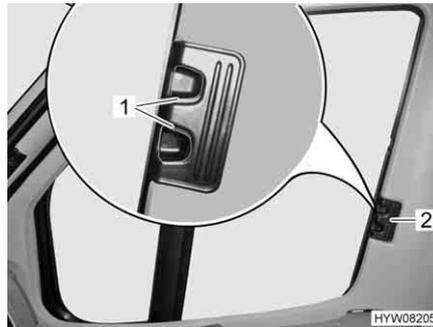

Bild 77 Faltschutzmechanik für Fahrer-/Beifahrerfenster
- Entriegelungsgriffe (Bild 77,1) zusammendrücken und gedrückt halten.
- Die Faltschutzmechaniken für das Fahrerfenster und das Beifahrerfenster am Griff (Bild 77,2) zur anderen Fensterseite ziehen und an den Magnetstreifen aneinanderfügen.
- Die Faltschutzmechaniken für das Fahrerfenster und das Beifahrerfenster am Griff (Bild 77,2) bis zum Anschlag einschieben.
- Entriegelungsgriffe (Bild 77,1) loslassen und einrasten lassen.